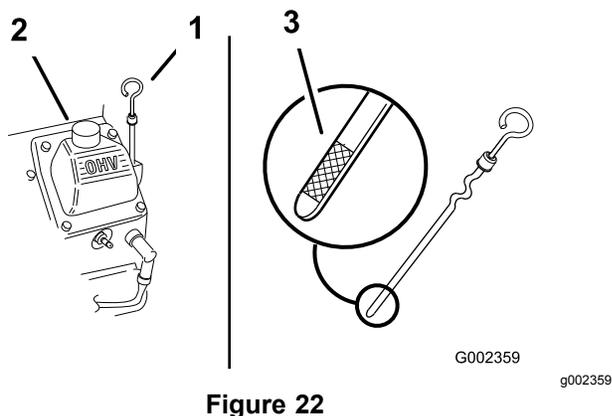

Figure 22
3. Nettoyez la surface autour de la jauge d'huile (Figure 22) pour éviter que des impuretés tombent dans l'orifice et endommagent le moteur.
4. Retirez la jauge d'huile et essuyez soigneusement l'extrémité (Figure 22).
5. Insérez la jauge au fond du goulot de remplissage (Figure 22).
6. Versez avec précaution environ 80 % de la quantité d'huile spécifiée dans l'orifice de remplissage (Figure 22).